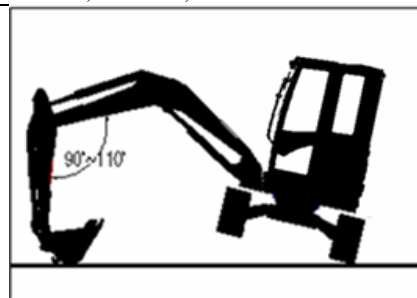

FIG.4.4.5
- 5) În cazul în care excavatorul nu se poate deplasa pentru a intra în zone murdare, puteți extinde brațul și plasa cupa pe sol pentru a ridica o parte a șenilei, apoi întoarceți șenila ridicată pentru a scoate încărcătura de pământ. Pentru a reduce forța de rezistență a bigii și a brațului, unghiul dintre bigă și braț trebuie să fie cuprins între 90°~110° (FIG. 4.4.5).